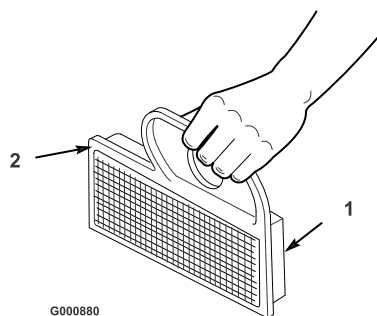

Figura 33
- A. Picchiettate leggermente l'elemento su una superficie piana per rimuovere polvere e morchia (Figura 33).